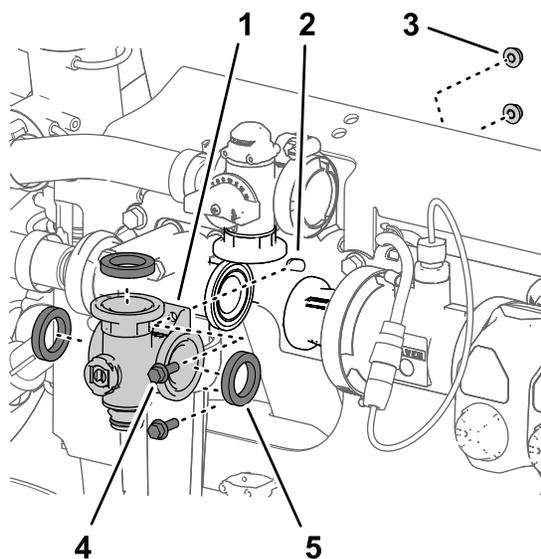

Figura 105
3. Retire os 2 parafusos de cabeça flangeada (1/4 pol. x 3/4 pol.) e as 2 porcas de bloqueio flangeadas (1/4 pol.) que prendem o coletor da válvula de agitação ao suporte da válvula (Figura 105).
4. Retire o coletor da válvula de agitação e as juntas da máquina (Figura 105).